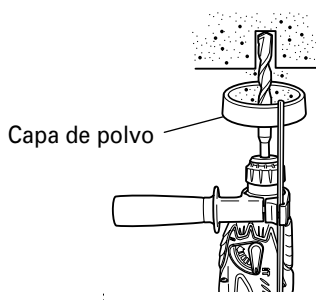
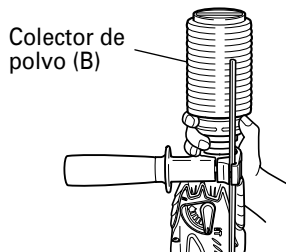

Fig. 7
Fig. 8
3. Cuando instale la copa de polvo o el lector de polvo (B) (Accesorios facultativos) (Fig. 7, Fig. 8)
Emplee la copa de polvo instalando la broca como se muestra en la Fig. 7.
- Instalación del colector de polvo (B)
Para emplear el colector de polvo (B), insértelo desde la punta de la broca alineándolo con la ranura de la empuñadura. (Fig. 8)